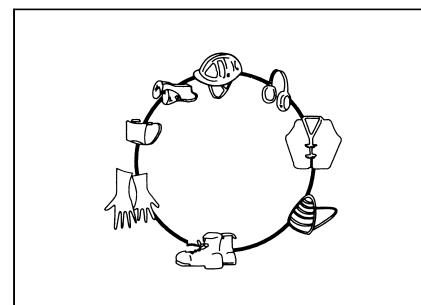

Рис.1-39
- При эксплуатации или обслуживании погрузчика следует носить твердый защитный шлем и защитные очки, носить безопасные туфли, отраженный жилет, респиратор, наушники и перчатки. Когда насыпают металлические стружки и малые посторонние предметы, особенно когда набивают гвоздь молотком и очищают воздушный фильтр сжатым воздухом, необходимо носить безопасные очки, твердый защитный шлем и толстые перчатки (рис. 1-39).